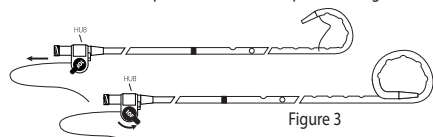

Figure 3
- Pousser la suture jusqu'à formation de la queue de cochon désirée. Ne pas trop serrer la queue de cochon au risque d'endommager le cathéter. Faire pivoter le dispositif de fermeture de la suture de manière distale afin que la suture reste en place. Voir figure 3.